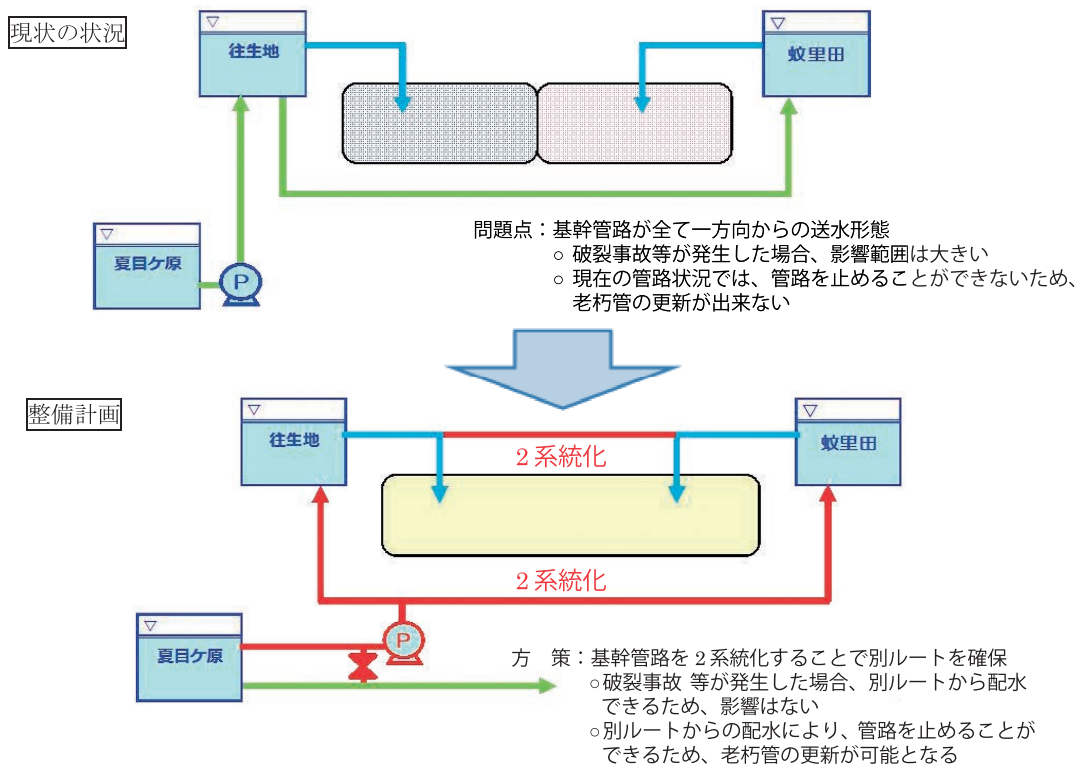

図9 基幹管路の2系統化
(1) 基幹管路の整備計画
- ・非常時における弾力的な水運用を可能とすること、基幹管路の更新が可能な送配水システムとするため、基幹管路の2系統化を図る。(図9)